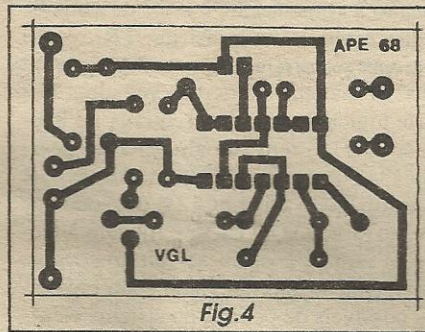

Fig.4
- FIG. 4 - LAYOUT DO CIRCUITO IMPRESSO ESPECÍFICO... - A plaquinha do impresso é simples, e seu padrão cobreado é visto em escala 1:1 na figura... Como sempre, bastará *carbonar* o desenho sobre o lado metalizado de um fenolite *virgem* nas indicads dimensões, fazer a traçagem com decalques (a presença do integrado, na prática obriga a essa técnica de acabamento do desenho...) ácido-resistentes, efetuar a corrosão (na solução de percloreto de ferro), a limpeza, a furação, etc. Com a plaquinha pronta, furada em suas ilhas, conferida e novamente limpa, convém que os próprios terminais dos componentes também sejam limpos (podem ser levemente raspados com uma lâmina, ou mesmo lixados - também de leve, com lixa fina...), garantindo soldagens perfeitas, que devem ser feitas com ferro leve (máximo 30 watts) e solda fina, de baixo ponto de fusão, conforme *eter-namente* recomendamos...